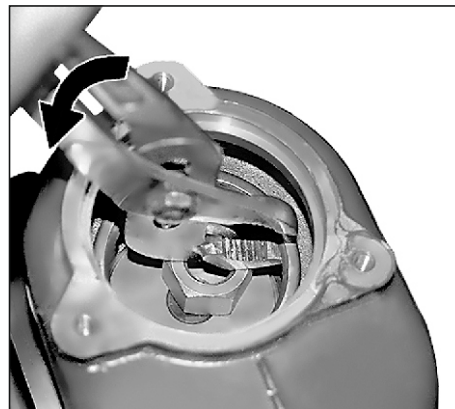

Рис. 73. Снятие термостата.
1. Отсоединить трубку подводящую насоса водяного в сборе (18).
2. Отложить кольца уплотнительные (12).
4. Отложить кольцо уплотнительное (1).
6. Снять термостат (5) (см. Рис. 73).
7. Снять кольцо уплотнительное (6).